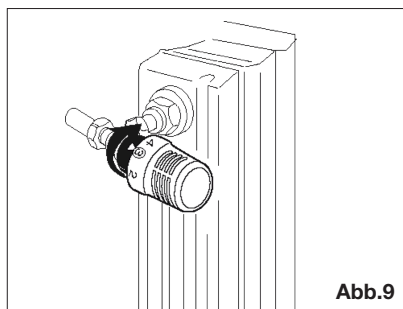

Abb.9
- 4) Den vernickelten Gewinding bis zum Anschlag festschrauben (**Abb. 9**).